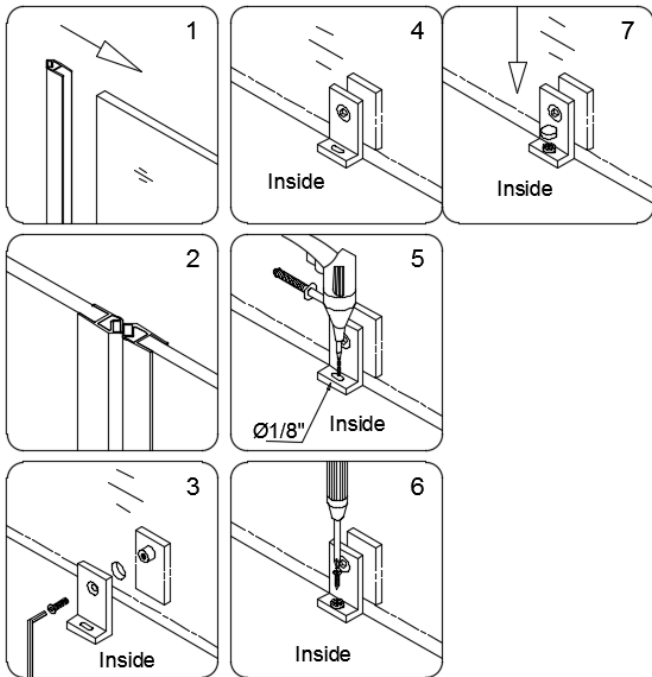

Рис. 7
6. Запрессуйте магнитные уплотнители (6) на дверную панель (1) и неподвижное стекло (8) снова, двигайте неподвижное стекло (8) для полной регулировки положения двух магнитных уплотнителей, чтобы сделать их идеально прилегающими друг к другу. А затем установите нижний кронштейн (16), расположенный в нижней части неподвижного стекла (8), просверлите отверстие Ø3.2 мм и прикрепите нижний кронштейн (16), к основанию душевого поддона или пола винтом с полукруглой головкой ST4.2 × 30 (14). См Рис. 7 инструкции.